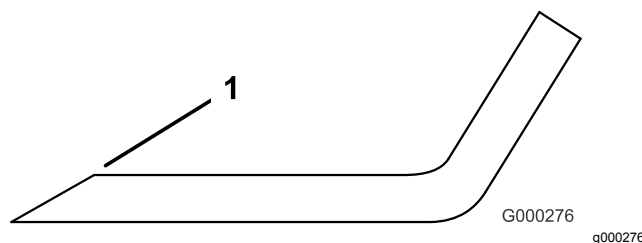

Figura 119
3. Esaminate l'affilatura di tutte le lame e affilate se risultano smussate o scheggiate (Figura 119).
Nota: Affilate soltanto la parte superiore del tagliente e mantenete l'angolo di taglio originale per garantire l'affilatura (Figura 119). La lama rimane bilanciata se rimuovete la stessa quantità di metallo da entrambi i taglienti.